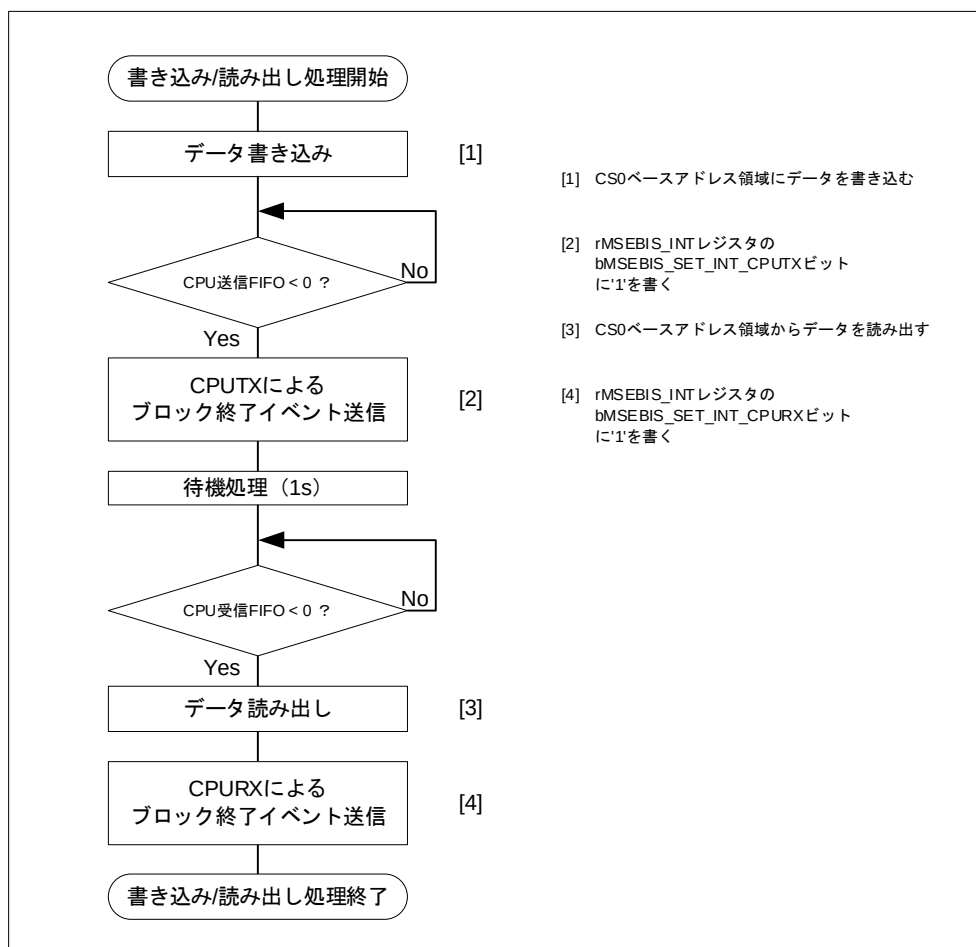
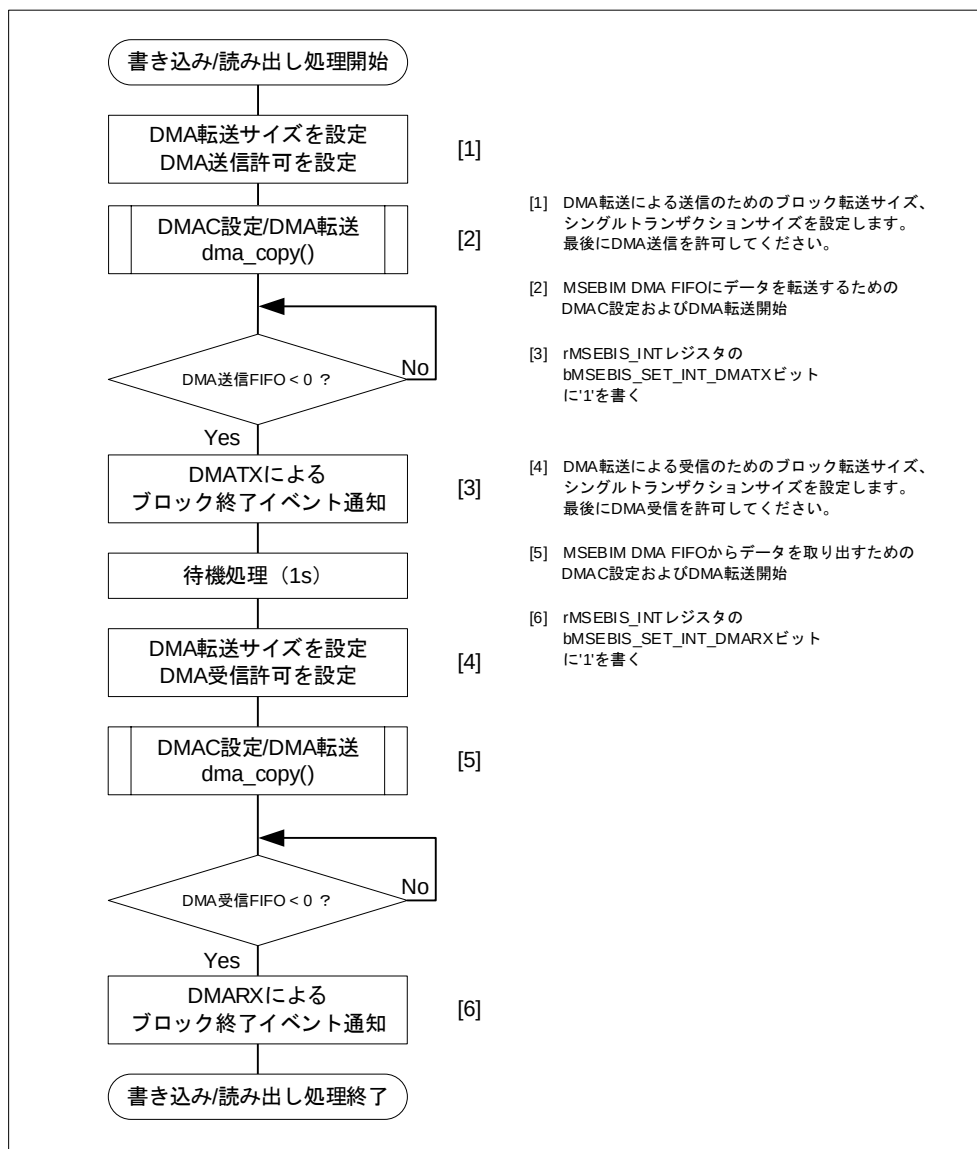
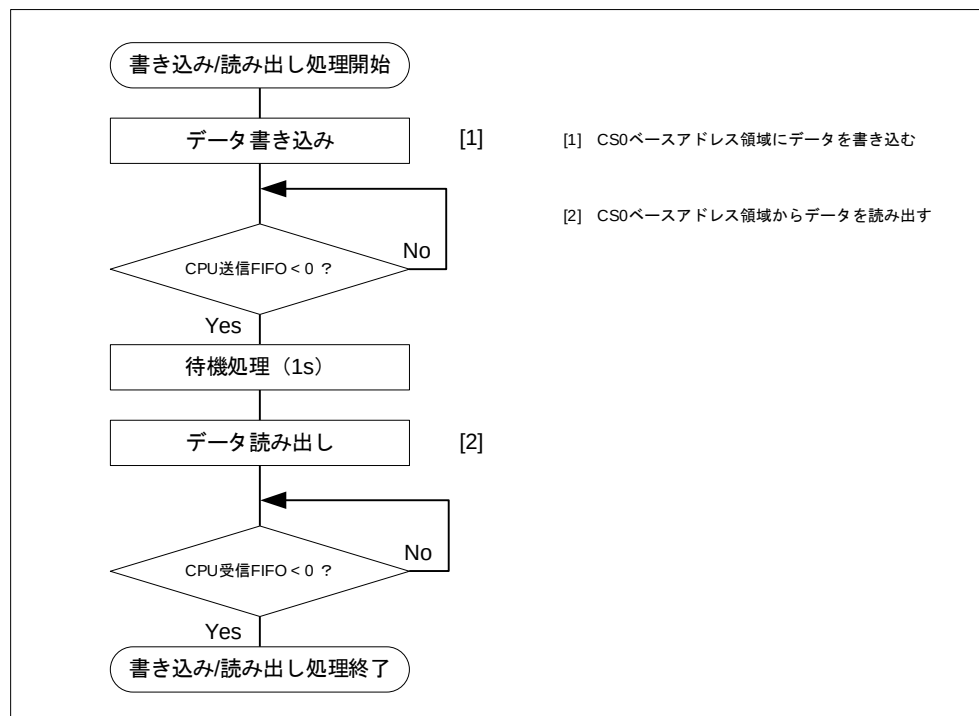

図 5.5 8ビット同期式接続（CPU を用いたバーストアクセス）の書き込み/読み出し処理
図 5.6 8ビット同期式接続（DMA を用いたバーストアクセス）の書き込み/読み出し処理
図 5.7 16 ビット非同期式接続（CPU を用いたシングルアクセス）の書き込み/読み出し処理
各動作モードにおける MSEBI マスタのデータ書き込み及び読み出し処理のフローチャートを図 5.5、図 5.6、図 5.7 に示します。
5.7.3 の図 5.5, 図 5.6, 図 5.7 を変更